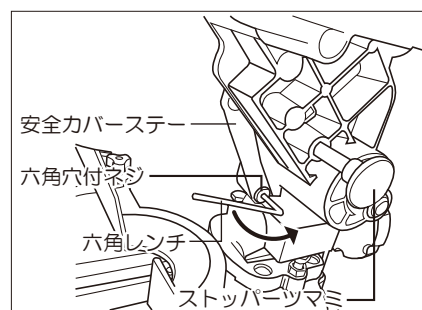

図4
- ①ハンドルを押さえてストップツマミを引き出し、ハンドルが上がった位置にしてください。
- ②アームの下にある安全カバー作動ステーの取付け六角穴付ネジを、付属の六角レンチ(4mm)で外してください。(図4参照)
- アームの下にある安全カバー作動ステーの取付け六角穴付ネジを、付属の六角レンチ(4mm)で外してください。(P9図4参照)